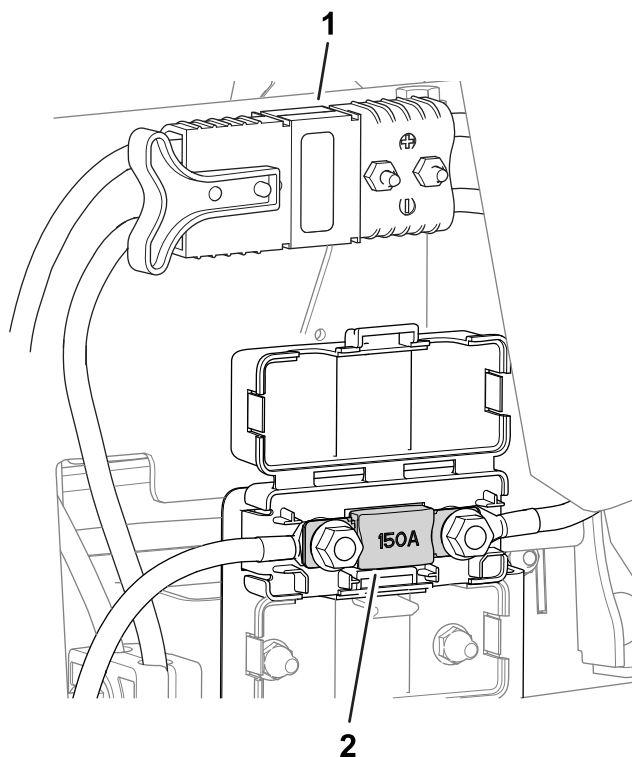

Figure 63
- Le fusible du système électrique se trouve sous les connecteurs principaux (Figure 63).